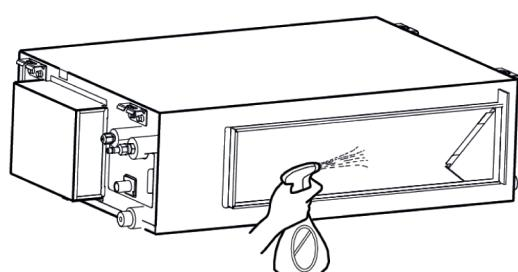

Fig. 4.18
2) Spruzzare 1 litro d'acqua sull'evaporatore con lo spray, come mostrato in Fig. 4.18.
- 2) Spruzzare 1 litro d'acqua sull'evaporatore con lo spray, come mostrato in Fig. 4.18.